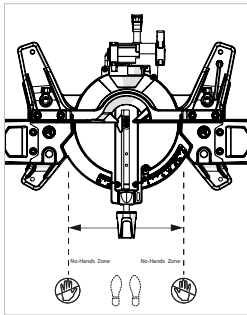

Fig. 13
**2. Body and Hand position (Fig. 13)**